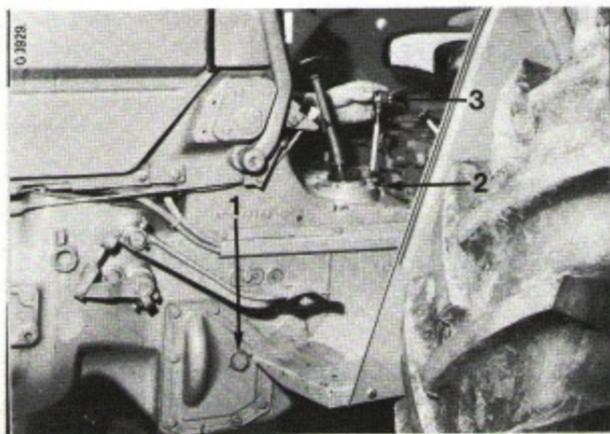
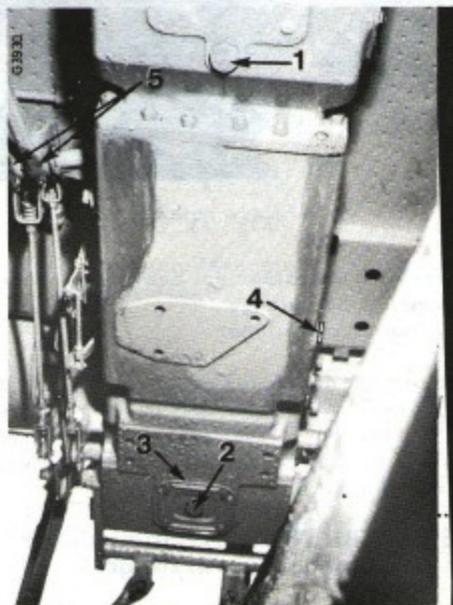

Fig. 71
Fig. 72
Vérifiez le niveau d'huile lorsque le tracteur est sur un terrain plat. Retirez le bouchon de niveau (1) Fig. 71.
Retirez le bouchon de remplissage (3) Fig. 71 et les bouchons de vidange (1 - 2 et 4) Fig. 72, pendant que l'huile est encore chaude, et videz l'huile dans un récipient adéquat.
Remplissez le carter de transmission d'huile de qualité recommandée, par l'orifice de remplissage (2) Fig. 71 jusqu'à ce que l'huile commence à s'écouler par le bouchon de niveau (1).
La transmission à sélecteur de commande hydraulique est équipée d'une crépine d'aspiration (4) Fig. 72 vissée dans la paroi gauche du carter de transmission, dans le compartiment des gammes.
Dévissez le filtre (4) Fig. 72 du carter de transmission.